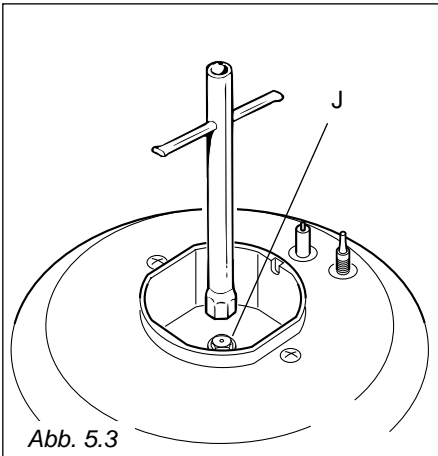

Abb. 5.3
- ✓ Mit einem Maulschlüssel die Düsen "J" (Abb. 5.3 - 5.4) mit den für das verwendete Gas geeigneten Düsen auswechseln (siehe Tabelle zur Wahl der Düsen).